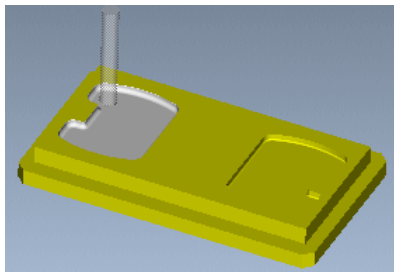

图 10.4.39 运行结果
Step4. 在 **PLAY PATH (播放路径)** 菜单中选择 **NC Check (NC 检查)** 命令, 系统弹出“VERICUT 7.1.5 by CGTech”窗口。单击  按钮, 观察刀具切割工件的运行情况, 结果如图 10.4.39 所示。
Step2. 在弹出的“相交元件”对话框中依次单击 **自动添加** 按钮和  按钮, 最后单击 **确定** 按钮, 完成材料切减, 材料切减后的工件模型如图 10.4.39 所示。